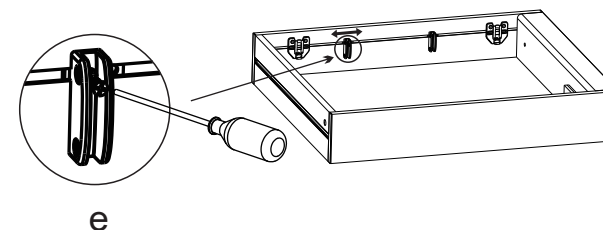

Fig. 14
4.3. Desserrez la vis de fixation (e) et réglez la position de l'étagère verre, fig. 14